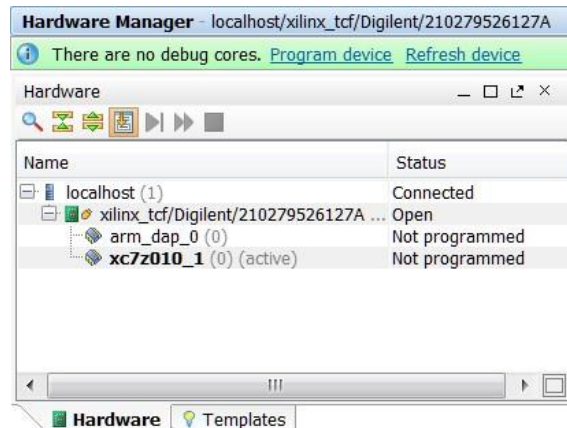

图 4-2-20 打开硬件会话
- (10) 单击两次 **Next**，然后单击 **Finish**。未连接硬件会话状态更改为服务器名称并且器件被高亮显示，如图 4-2-20 所示。还要注意，该状态表明它还没有被编程；